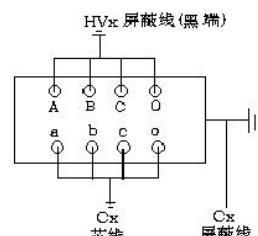

图 12 变压器接法
- (1)一次绕组对二次绕组（中性点均未接地）
- A.接线见图 12